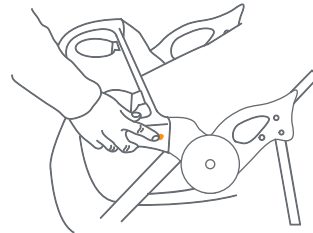

Fig. 12a
12) • To access the child seat: press inward on left side tray release button and rotate upward on the tray (Fig. 12a).
• Para acceder al asiento para niños: Oprima el botón a presión rojo que está a la derecha y ejerza presión hacia arriba. La bandeja para niños se levantará y girará hacia arriba para permitir el acceso al asiento (Fig. 12a).